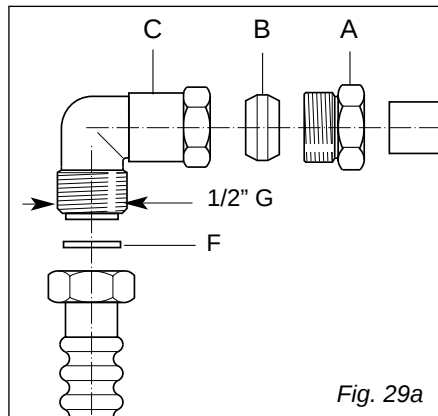

Fig. 29a
El empalme de la placa de cocción (fig. 29a - 29b) está compuesto por:
- ✓ **La guarnición F y el bicono B (fig. 29a - 29b) son elementos que garantizan la estanqueidad de la conexión del gas. Se aconseja sustituirla al presentar incluso una mínima deformación o imperfección.**